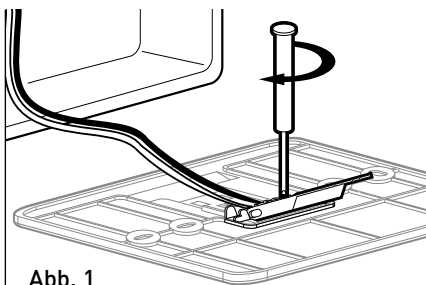

Abb. 1
- vor dem Anschluss der Kabel an der Basis der Systemschnittstelle, schieben Sie die Schutzlasche der klemmen und heben Sie diese dann an (Abb. 1),